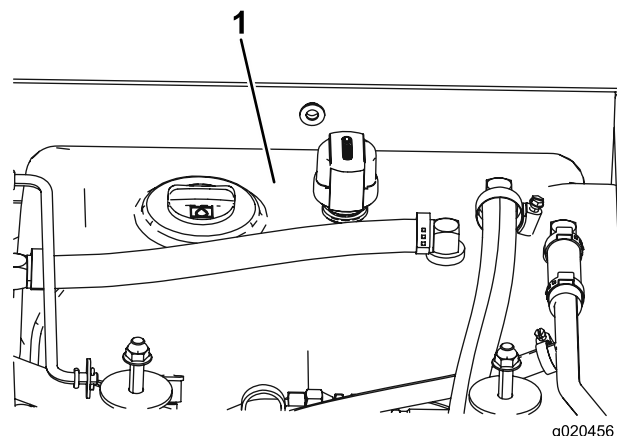

Figura 76
4. Encha o reservatório (Figura 76) com fluido hidráulico; consulte Verificar o fluido hidráulico (página 59).